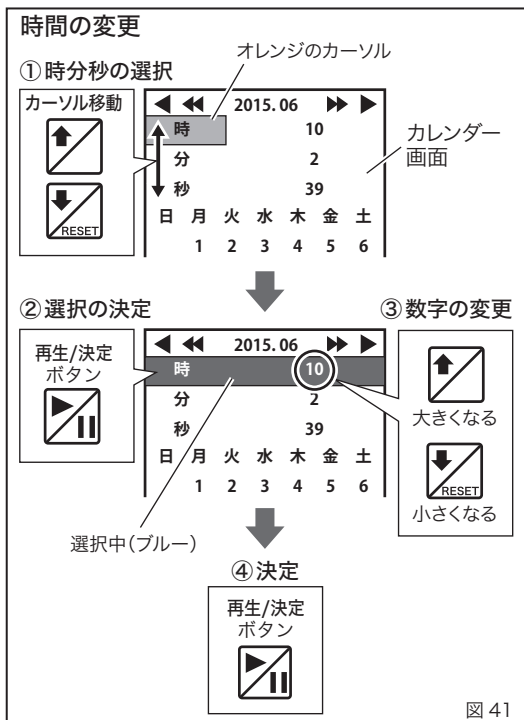

図 41
4. 「時間」の変更(図 41)
- ① カレンダー画面の「時/分/秒」に、「上」「下」ボタン ↑、↓ でオレンジのカーソルを移動します。
- ② 「再生/決定」ボタンを押すと、選択部がブルーになります。
- ③ 選択中の「時/分/秒」の数字を「上」「下」ボタン ↑、↓ で変更します。
- ④ 変更後、「再生/決定」ボタンを押し決定します。